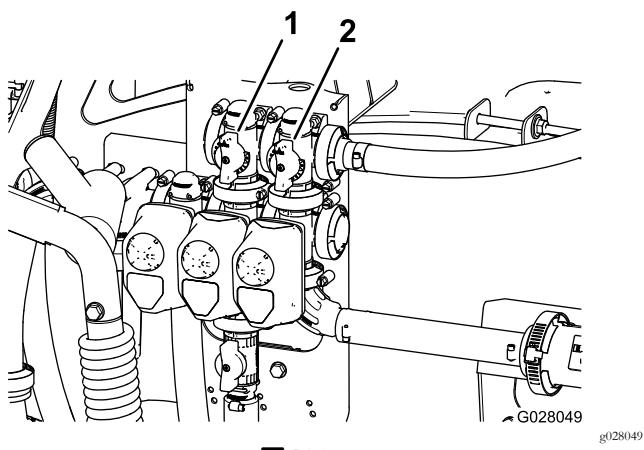

图109
11. 调节搅拌阀背面的搅拌旁通阀图109直至压力表上的读数为6.9bar。
9. 调节主喷洒臂旁通阀手柄控制药缸中的搅拌量图109。